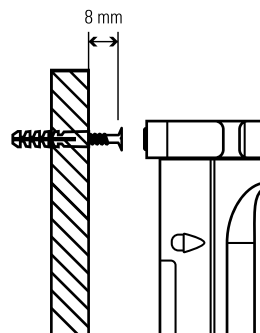
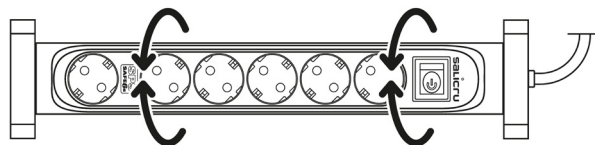

Fig. 3. Detalle montaje en pared.
Fig. 4. Orientación de Protector eléctrico activo.
- ① Cable de alimentación.
- ② Interruptor disyuntor rearmable.
- ③ Interruptor de encendido/apagado.
- ④ Bases de enchufe con dispositivo de seguridad para niños.
- ⑤ Base de enchufe MASTER con dispositivo de seguridad para niños.
- ⑥ Base de enchufe SLAVE con dispositivo de seguridad para niños.
- ⑦ Recoge cables integrado, orientable y fijable a pared (ver Fig. 3 y Fig. 4).
- ⑧ Conector cargador rápido USB-A de 20 W.
- ⑨ Conectores cargadores rápidos USB-C de 20 W.
- ⑩ LED's indicadores de la función MASTER/SLAVE.
- ⑪ Interruptor para el control de la función MASTER/SLAVE.
- ⑫ Indicador luminoso de protección activa de red "PROTECTED".